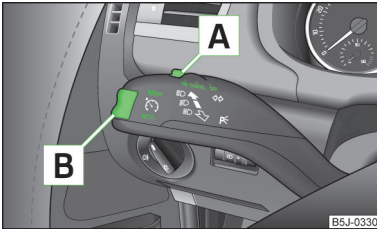

Abb. 102
- › Den Schalter **A** » Abb. 102 in Stellung **ON** drücken.
- › Die Wippe **B** » Abb. 102 auf Seite 115 in der Position **RES** drücken.
- › Die gespeicherte Geschwindigkeit kann durch Drücken der Wippe **B** » Abb. 102 auf Seite 115 in der Position **SET** verringert werden.
Die Geschwindigkeitsregelanlage wird **vorübergehend abgeschaltet**, indem der Schalter **A** » Abb. 102 auf Seite 115 in die gefederte Position **CANCEL** bzw. auch das Brems- oder Kupplungspedal gedrückt wird.
- › Den Schalter **A** » Abb. 102 auf Seite 115 nach rechts in Stellung **OFF** drücken.